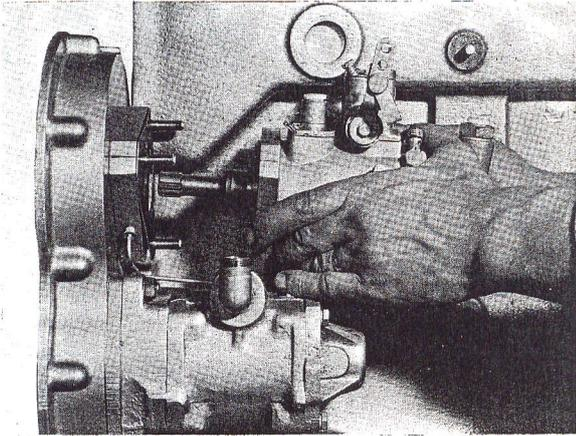

Fig. T8 —
Dépose de la pompe d'injection (régulateur hydraulique) fig. T8
4. Déposer les trois écrous de fixation, les rondelles plates et grower des goujons de fixation de la pompe et déposer la pompe (fig. T8).